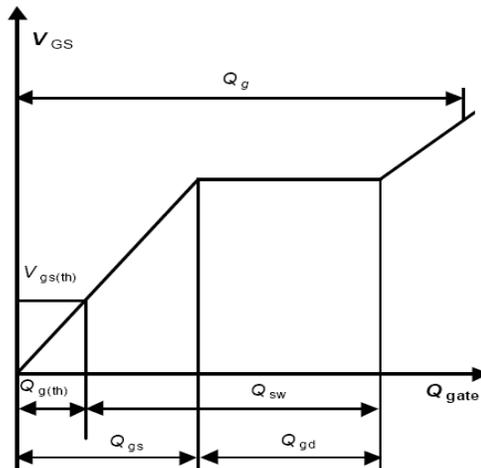

Figura 1.11. Valores característicos de carga de compuerta.
3.- Carga de compuerta: Debido a que algunas capacitancias dependen del voltaje  $V_{DS}$ , es más fácil utilizar la cantidad de carga respectiva a ellas para calcular la disipación de energía durante el encendido y el apagado de los MOSFETs. Ver figura 1.11.